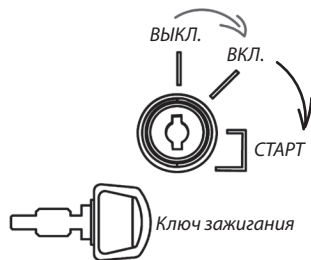

Рис. 16
5. Электрозапуск. Поверните ключ зажигания в положение «**Старт**». Отпустите после того, как двигатель запустится. (Рис. 16).